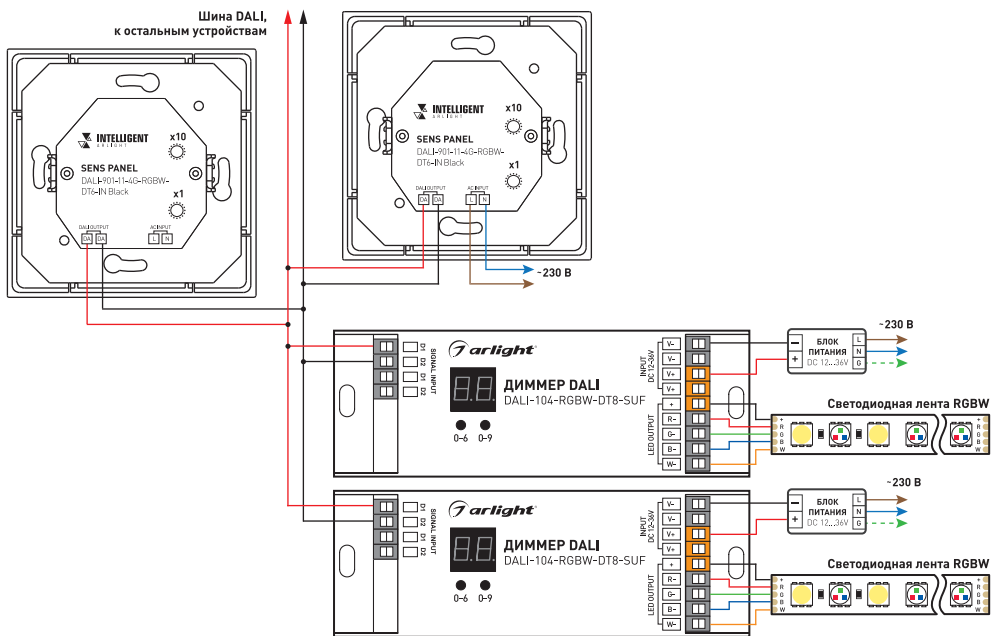

Рис.1. Пример подключения панели управления
- 3.2. Подключите провода от шины DALI к клеммам DA сенсорной панели (Рис. 1).